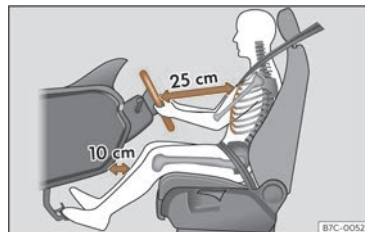

Fig. 31 A separación correcta entre o condutor e o volante debe ser de polo menos 25 cm (10 polgadas).
- Axuste o volante para que estea a unha distancia de polo menos 25 cm (10 polgadas) do esterno >>> **fig. 31** e o poida suxeitar con ámbalas dúas mans polos lados, pola parte exterior, cos brazos lixeiramente flexionados.